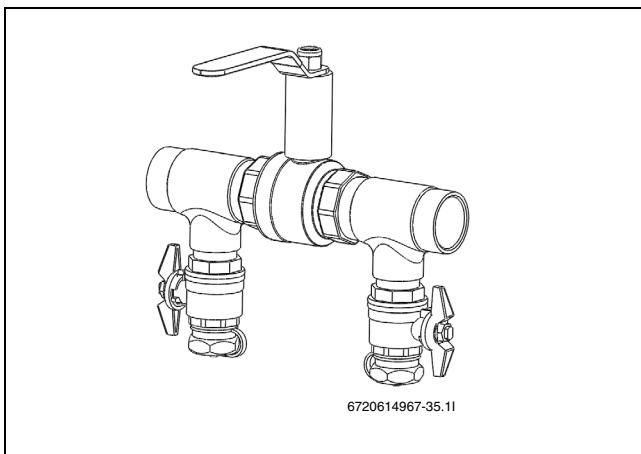

Bild 21 Befülleinrichtung in Befüllposition
- Ventile der Befülleinrichtung auf die Befüllposition stellen (→ Bild 21).